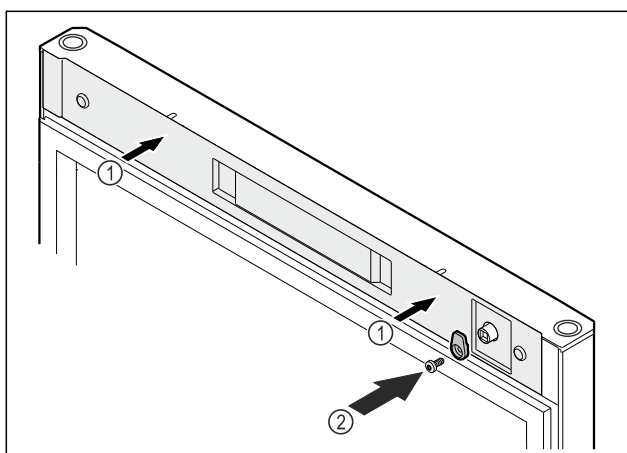

Fig. 54
- Aplicați capacul Fig. 54 (1).
- Înșurubați cârligul de închidere Fig. 54 (2).